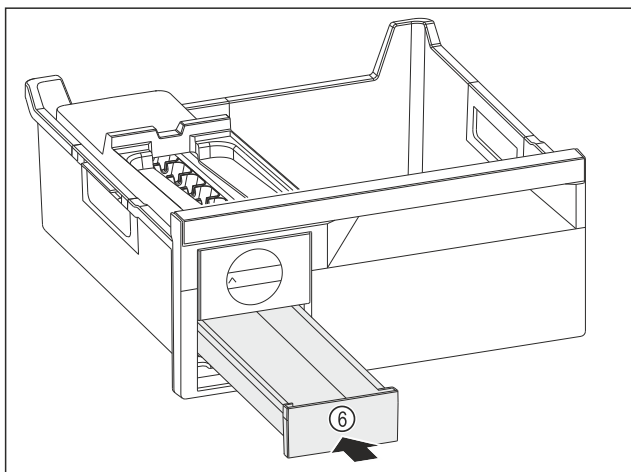

Fig. 79
- ▶ Zasuňte zásuvku na kocky ľadu Fig. 79 (6).